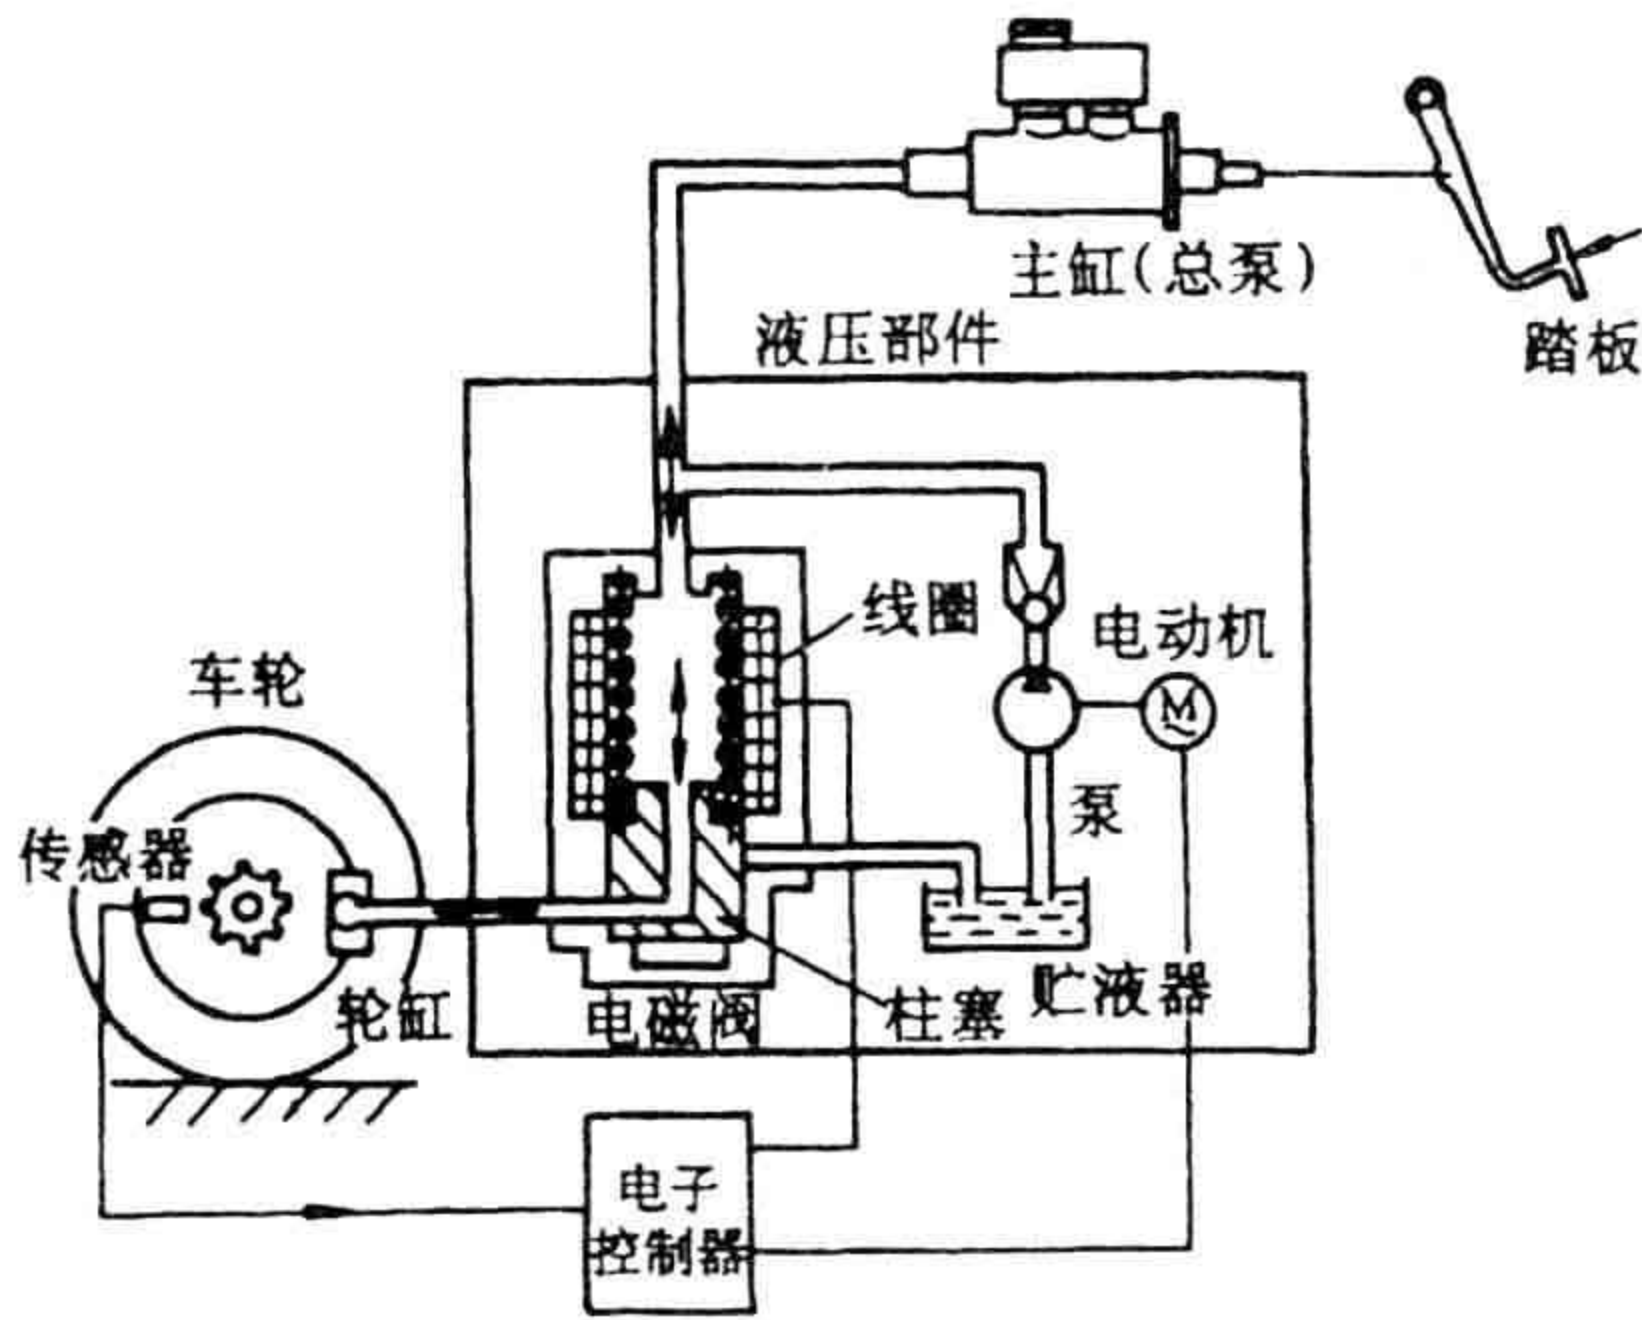

图 2-6-11 常规制动时的升压过程
1) 升压（常规制动） 如图 2-6-11 所示，电磁线圈内无电流流过，电磁阀处于升压位置，此时制动总泵与轮泵相通，由制动总泵来的制动液直接流入轮泵，轮泵压力随总泵压力而变，此时 ABS 系统不工作，回油泵也不工作。